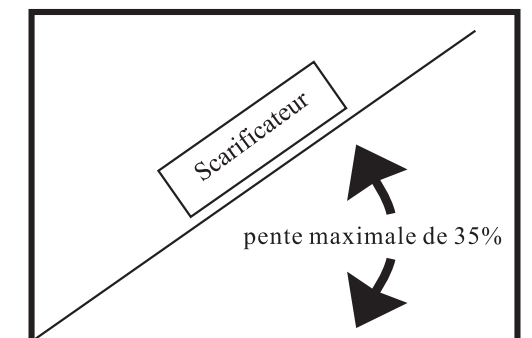

Fig.1: Scarifier sur pentes
a. Pour un meilleur contrôle et un travail régulier, déplacez la machine en diagonale sur les pentes et non vers le haut et vers le bas. (voir les explications ci-dessus et la Fig. 1 ci-dessous). En travaillant en diagonale, on évite que l'eau ne descende et on permet à la pelouse de mieux garder les graines, l'engrais et l'eau pour une pousse saine.